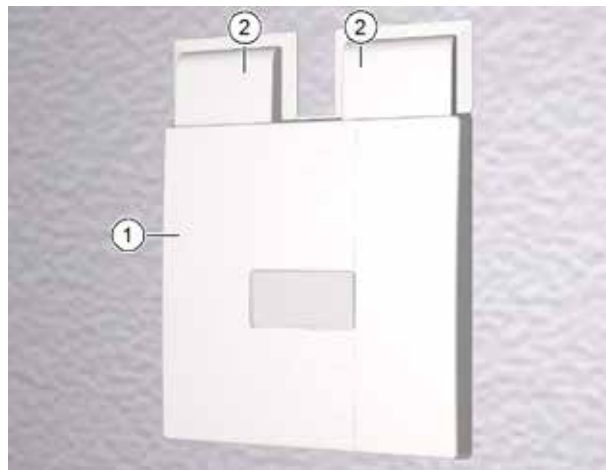

Fig. 32: Apparato di ventilazione installato
- L'installazione dell'apparecchio di ventilazione (pos. 1 nella Fig. 32) nella cassetta a muro è descritta nelle "Istruzioni di montaggio dell'apparecchio di ventilazione M-WRG-S e M-WRG-K", n° art. 5300-10-04.
- L'installazione dell'adattatore per canale (pos. 2 nella Fig. 32) è descritta nelle "Istruzioni di montaggio M-WRG-KA/UP", n° art. 5300-30-04.